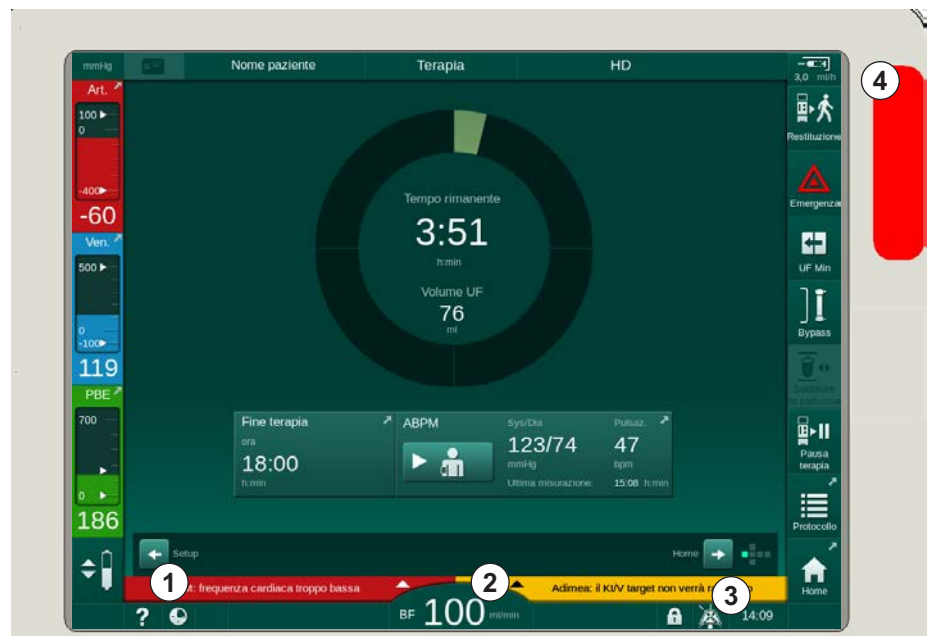

Fig. 12-1 Campi di allarme e avvertenza e lampade luminose
Il campo degli allarmi (Fig. 12-1, ①) presente sul lato sinistro mostra in **rosso** gli allarmi di rilievo per la sicurezza. Mentre quelli non rilevanti per la sicurezza vengono visualizzati in **giallo**.
- ↳ L'avviso acustico si spegne e viene visualizzato il simbolo *Allarme Audio in Pausa* (Fig. 12-1, ③).
- ☞ L'avviso acustico si spegne e viene visualizzato il simbolo *Allarme Audio in Pausa* (Fig. 12-1, ③).